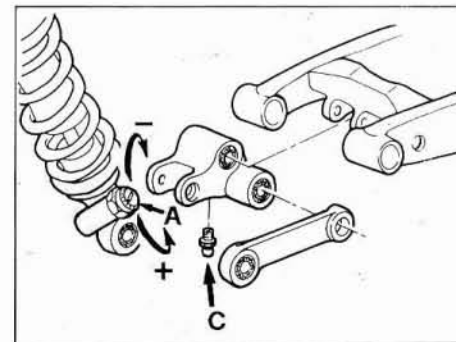

Fig. 27 - Cinematismo mono-ammortizzatore.
I FANTIC TRIAL sono equipaggiati con mono-ammortizzatore oleopneumatico con sistema di smorzamento tipo "duoshock" con regolazione sdoppiata della compressione ed estensione, comandato da cinematismo a bielle; tale organo è per una moto da trial di tale importanza da meritare una cura ed una manutenzione particolari. Raccomandiamo quindi, di ingrassare periodicamente gli astucci a rullini, tramite i due ingrassatori (Fig. 27 C) posti nella parte inferiore della leva centrale.
- agire sul pomolo A (Fig. 27):